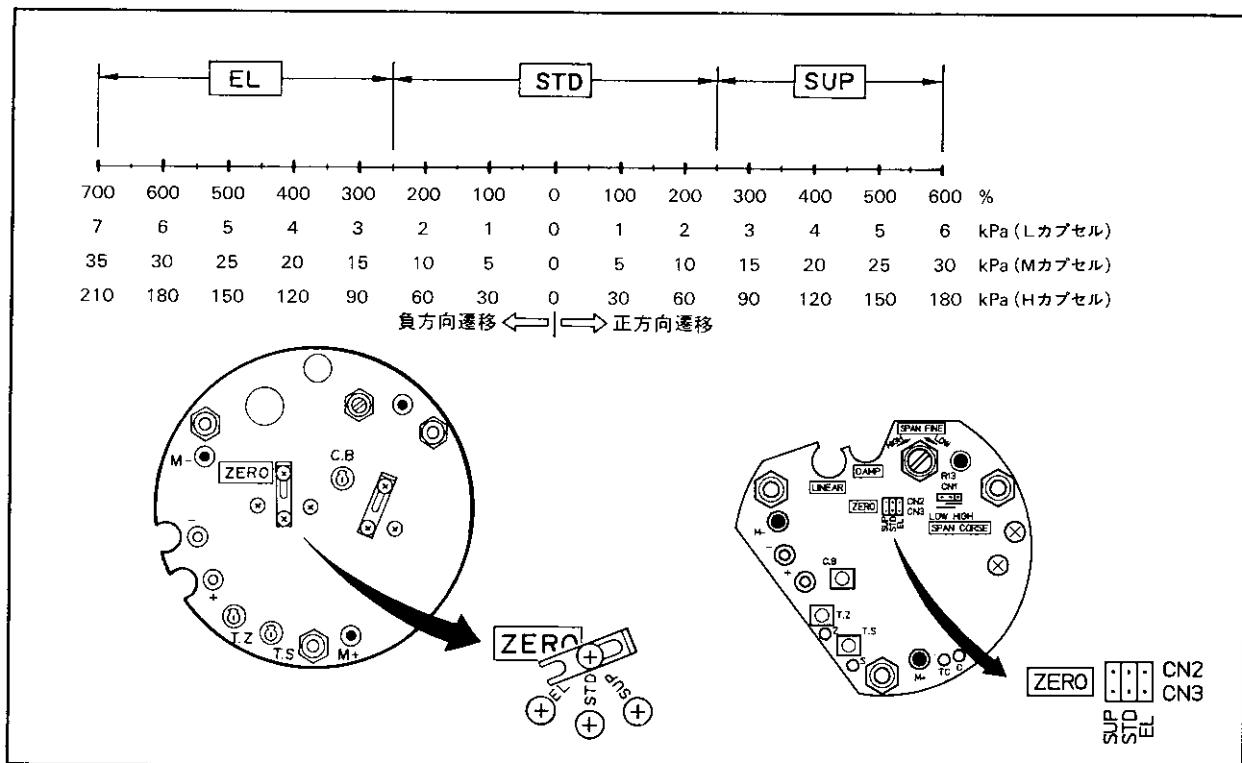

図6.11 遷移方向の変更
- (6) 3本のターミナルアセンブリ取付ねじおよび接地端子を取りはずします。
- (7) ターミナルアセンブリを手で取りはずします。取りはずしにくい場合は、SUPPLY端子(+)および(-)に導線を巻きつけ、導線で引出してください(図6.11参照)。ターミナルアセンブリと端子箱は防水シールをしているため、しっかりと寸法で組み込まれているので、取りはずしにくい場合があります。
- (8) ターミナルアセンブリを取付ける場合は、まずリード線を通し、ターミナルアセンブリを所定の位置に納め、接地端子および取付ねじで固定します。
- (9) 電源等の配線を行ないます。
- (10) 6.5.2項を参照してアンプユニットを取付けます。リード線の圧着端子は、カバーを取付けた時にあたらないよう折り曲げてください。
- (11) 内蔵指示計を付加する場合は6.5.1項を参照して取付け、最後にカバーを取付けます。
- (1) 電源を切ります。
- (2) 6.5.1 項を参照して内蔵指示計を取りはずします。
- (3) 図6.11に示すゼロ点粗調整ジャンパ(またはピンコネクタ)を、遷移方向および遷移量に応じて次のいずれかの位置に切り替えます。ゼロ点の微調整はケース外部のゼロ調整ねじで行います。